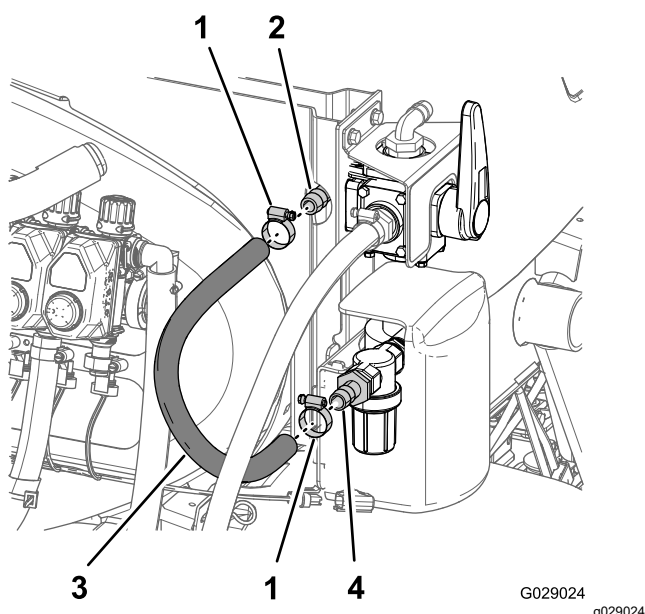

Figura 44
- Montai furtunul de 1,9 x 61 cm peste fittingul inelat de 90° din partea interioară a supapei cu 4 căi (Figura 44).
- Fixai furtunul de fitting cu ajutorul clemei pentru furtun (Figura 44).
- Montai capătul liber al furtunului peste fittingul inelat drept și fixai furtunul de fitting cu ajutorul clemei pentru furtun (Figura 44).